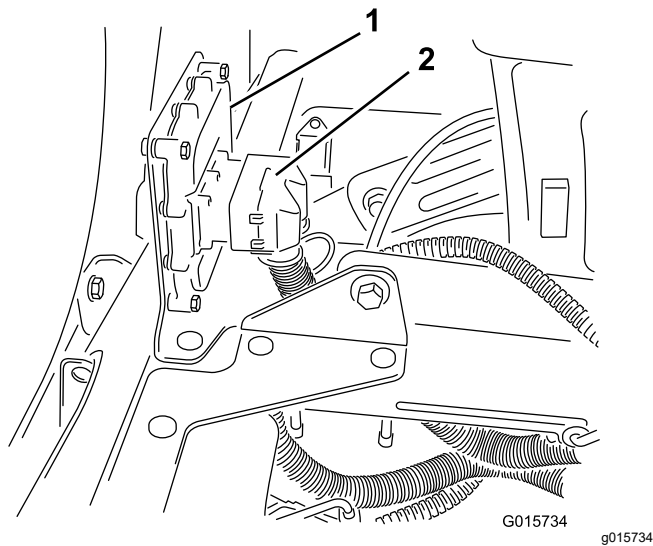

Figura 32
2. Conecte el conector hembra de 50 vías del arnés de cables para el brazo Sonic Boom al conector de 50 pines del controlador electrónico y fije los conectores con el tornillo de cabeza allen (Figura 32).